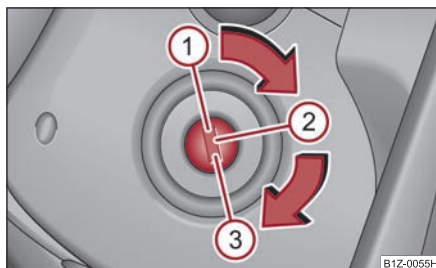

Fig. 144 Posiciones de la cerradura de encendido
- El motor se para girando la llave de contacto a la posición ① ⇒ página 127, fig. 144.